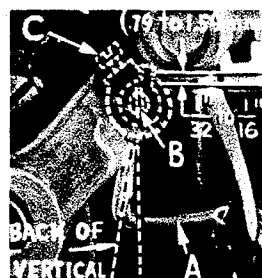

Fig. 8A
Führe den Blindgreifer (A, Fig. 8A) in seinen Halter ein. Durch die Schraube (B) wird der Blindgreifer im Halter befestigt. Dabei kann der Blindgreifer in Richtung seines Schaftes verstellt oder um seinen Schaft gedreht werden. Schiebe den Blindgreiferhalter in seine Achse. Die Schraube (C, Fig. 8A) dient nicht nur zur Befestigung des Blindgreiferhalters sondern auch zur Einstellung des Halters seitlich und axial.
Vorläufige Einstellung: Wenn der Blindgreifer sich in seiner rechten Endstellung befindet, muß der Blindgreiferhalter so eingestellt werden, daß der Schaft des Blindgreifers nicht senkrecht, sondern etwas nach hinten verdreht steht (Fig. 8A). Stelle den Blindgreifer in seinem Halter so ein, daß das Schaftende, bei Maschinen Klasse 39500 RM und SV $1/32''$ bis $1/16'' = 0,8 \text{ mm}$ bis $1,6 \text{ mm}$ aus dem Halter heraussteht. Der Abstand für Maschinen Klasse 39500 RR ist $1/16''$ bis $3/32'' = 1,6 \text{ mm}$ bis $2,4 \text{ mm}$ und der Halter für den Blindgreifer sollte so eingestellt werden, daß der Schaft des Blindgreifers fast senkrecht steht.
Insert upper spreader (A, Fig. 8A) in its holder. Screw (B) holds upper spreader in its holder, and permits it to be pushed in or out, or turned around its shank. Insert spreader holder into spreader shaft, if it is not already in place. Screw (C, Fig. 8A) on clamp collar holds spreader holder in the shaft, and allows holder to be rotated or adjusted laterally.
Preliminary Setting: When upper spreader is at the right end of its stroke, spreader holder should be set to position spreader shank slightly back of vertical (Fig. 8A). Top end of spreader shank should extend $1/32''$ to $1/16'' = 0,8 \text{ mm}$ to $1,6 \text{ mm}$ above the spreader holder for Style 39500 RM and SV. The same is true of Style 39500 RR except the spreader holder should be set to position spreader shank approximately vertical. Top end of spreader shank should extend $1/16''$ to $3/32'' = 1,6 \text{ mm}$ to $2,4 \text{ mm}$ above the spreader holder for Style 39500 RR.